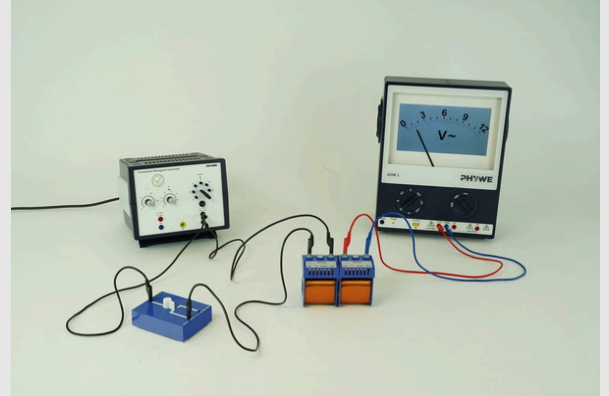

Abb. 1
- Baue den Versuch gemäß Abbildung 1 auf.